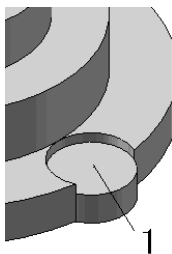
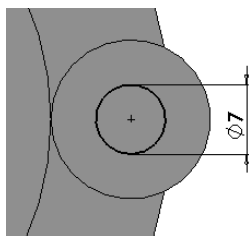

图 7-88 切除拉伸实体 1
图 7-89 绘制切除拉伸 2 草图
4) 切除拉伸实体。单击“特征”工具栏中的 (拉伸切除)按钮,或选择菜单栏中的“插入”→“切除”→“拉伸”命令,系统弹出“切除-拉伸”属性管理器;在 (深度)文本框中输入“2”,单击 (确定)按钮,拉伸切除效果如图7-88所示。
5) 绘制切除拉伸2草图。选择如图7-88所示的面1,单击“标准视图”工具栏中的 (正视图)按钮,将该表面作为绘制图形的基准面,绘制如图7-89所示的圆并标注尺寸。